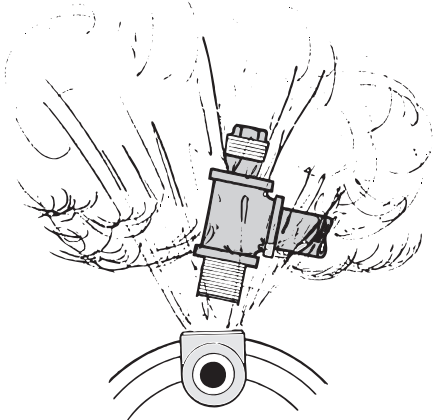

Figura 2 - No ponga en funcionamiento la bomba con la salida cerrada
- ◆ Cuando use una manguera de jardín como línea de descarga, no haga funcionar la bomba con la salida de la manguera o la boquilla cerradas. La manguera o la boquilla podrían reventar por exceso de presión. Ver Figura 2.